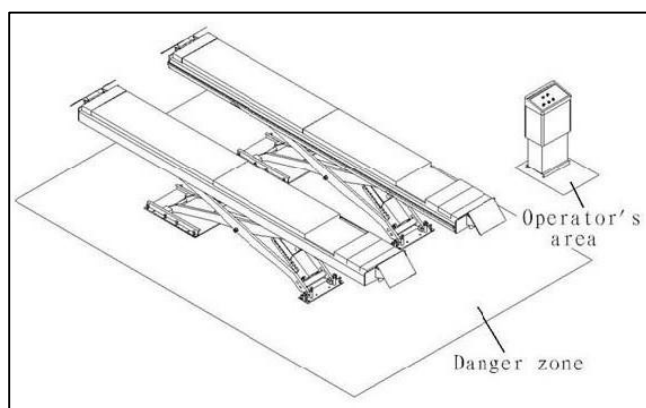

Рис. 6
- Не входить в опасную зону во время подъема автомобиля. Рис.6